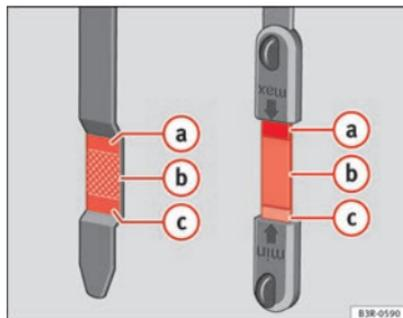

Abb. 179 Markierung am Ölmesstab
- Den Messstab anschließend wieder herausziehen und den Ölstand ablesen ⇒ Abb. 179. Füllen Sie gegebenenfalls Motoröl nach ⇒ Seite 240.